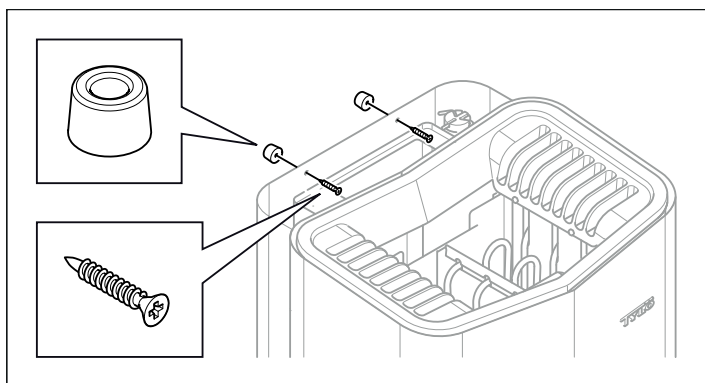

Fig. 13 : Monter les entretoises
10. Monter les entretoises entre le poêle et la cloison (pour éviter de soulever l'appareil) (voir Fig. 13).